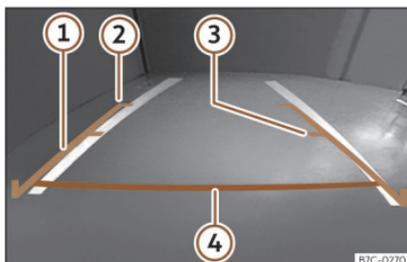

Fig. 186 Display del sistema infotainment: linee di riferimento.
- Il carico del veicolo modifica la rappresentazione delle linee di riferimento >>> **fig. 186.** La larghezza che queste rappresentano diminuisce con il livello di carico. Prestare attenzione alla zona attorno quando l'interno o il vano bagagli sono carichi.
» fig. 186